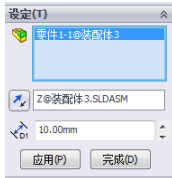

图 8-20 [设定] 的设置
4. 单击坐标的某一方向，确定要爆炸的方向，然后在 [设定] 选项组中的 [爆炸距离] 一栏中输入爆炸的距离值，如图 8-20 所示。